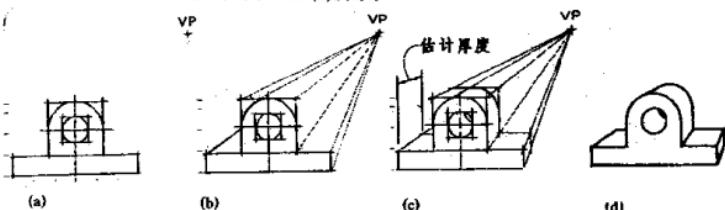

图 1-15 一点透视草图的画图步骤
- (1) 与画斜二测草图相同，先勾画正面的形状，如图 1-15(a)所示。选择适当的灭点 VP，不宜选得太靠近物体，以免斜线过于集中，使图形失真。
- (2) 过各顶点与灭点连线，如图 1-15(b)。
- (3) 估计物体厚度，以图形看上去舒适为宜，并画出后面的轮廓。注意后面的形状要相应地小于前面的形状，如图 1-15(c)所示。
- (4) 擦去多余的线并加深，如图 1-15(d)所示。